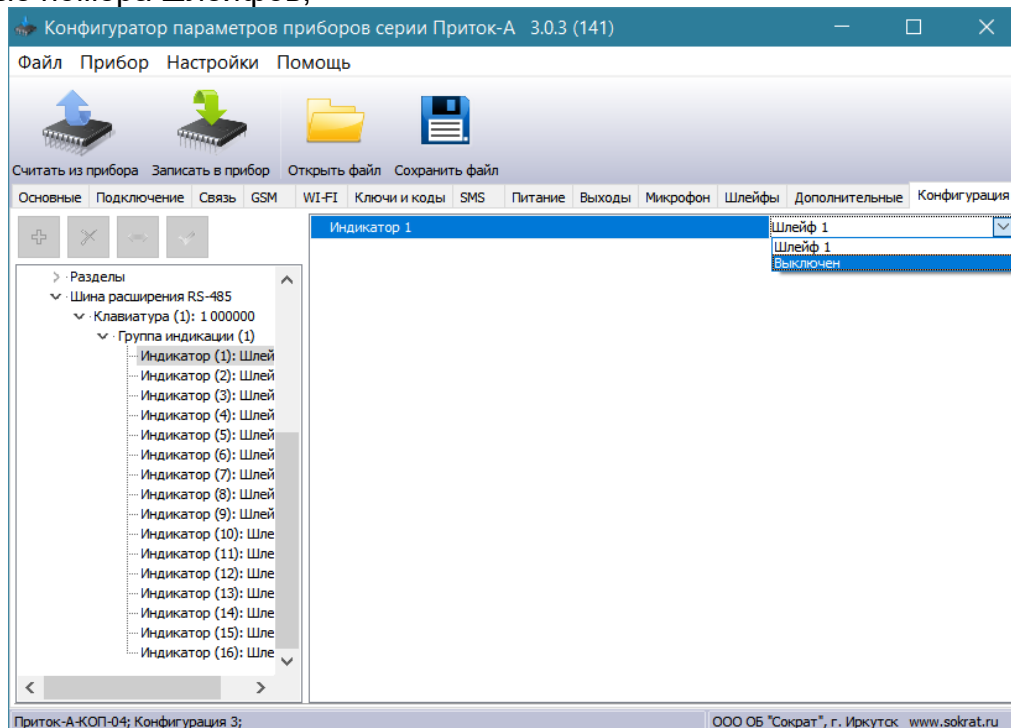

Рисунок 6
- Двойным кликом раскройте пункт «Клавиатура(х):..... » и подпункт «Группа индикации» (см. Рисунок 6). Группа индикации представлена списком из 16 строк следующего формата **«Индикатор(х): Шлейф:у»**, где х – номер индикатора, у – номер шлейфа. Программа конфигурации, по умолчанию, назначает в группу индикации первые 16 шлейфов КОП;